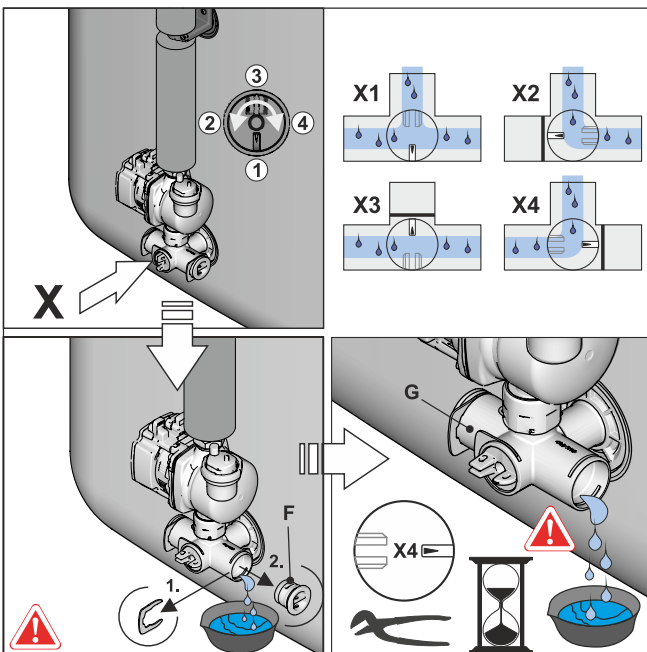

Bild 8-5 Ventileinsatz absperren, Blindstopfen vom Anschlusswinkel entfernen
- Ventileinsatz am Anschlusswinkel so einstellen, dass der Weg zum Ablaufschlauch geöffnet wird (siehe auch Bild 8-5) und Wasserinhalt des Speicherbehälters ablassen.